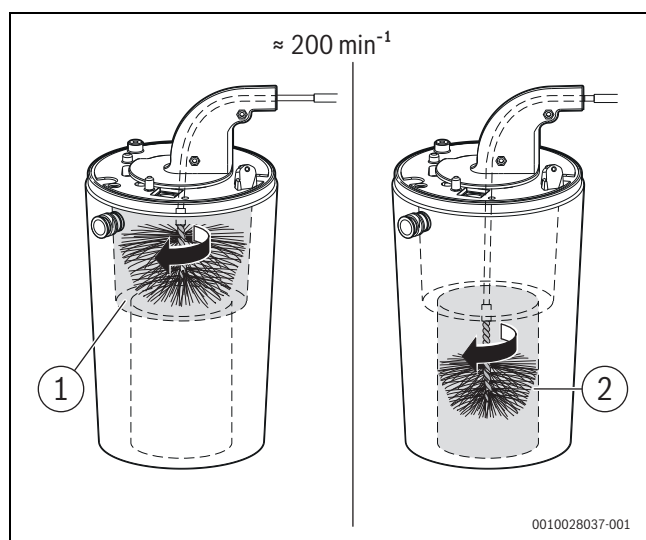

Fig. 108 Nettoyage du corps de chauffe (env. 200 tr/min, rotation à droite uniquement)
- ▶ Répéter le processus avec la petite brosse pour la zone inférieure (→ fig. 108, [2]).